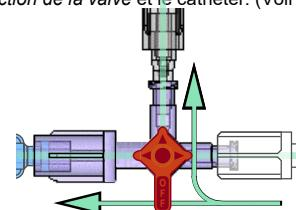

Figure 5 – Injection du produit de contraste
- a. Pour économiser le produit de contraste lors de son injection, orienter le robinet DyeVert Power XT de sorte qu'il soit en mode ON vers le *robinet de sélection de la valve* et le cathéter. (Voir Figure 5)